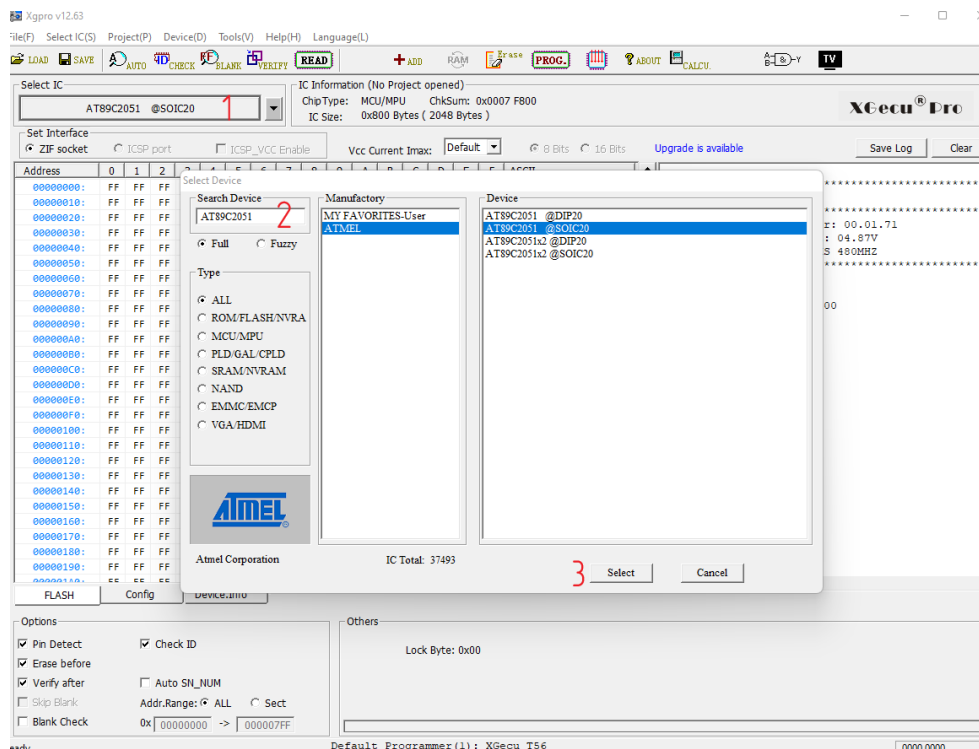

Рисунок 7 – Выбор микросхемы в программе Xgpro
3.2 Для начала программирования необходимо выбрать микросхему (рисунок 7):